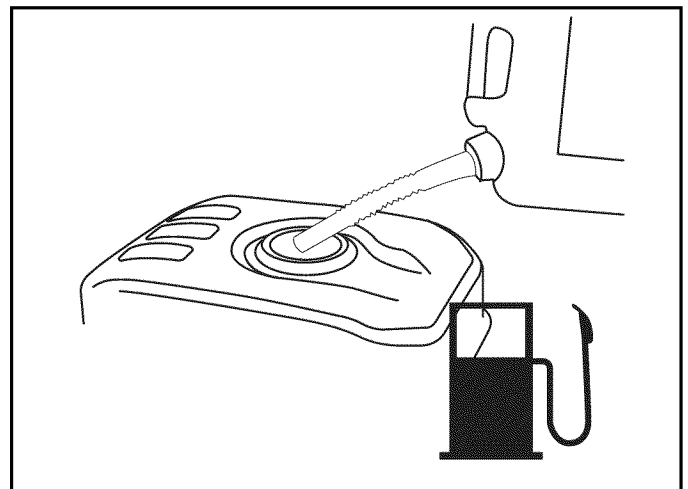

Figure 4-10. Ajouter du carburant
- Mettez la laveuse à pression en position ARRÊT (« OFF ») et laissez-la refroidir pendant deux (2) minutes avant de retirer le bouchon de l'orifice de remplissage de carburant. Dévissez doucement le bouchon afin d'éliminer la pression accumulée dans le réservoir.
2. Ajoutez lentement de l'essence ordinaire sans plomb dans le réservoir de carburant. Faites attention à ne pas trop remplir le réservoir de carburant. Afin de laisser de l'espace pour l'expansion du carburant, remplissez le réservoir jusqu'au bas du filtre (Figure 4-10).